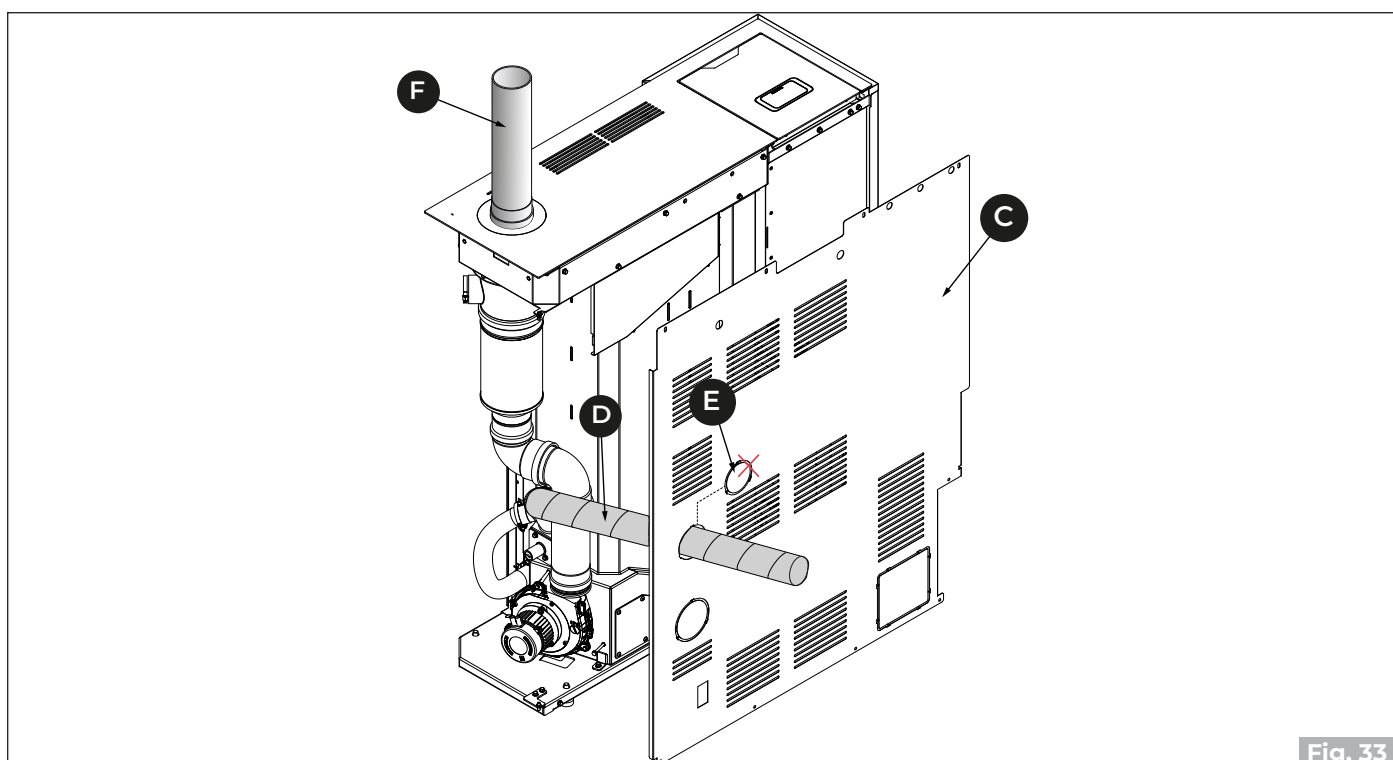

Fig. 33
- Quitar el precorte **(E)** en el respaldo **(C)** y hacer pasar el tubo flexible **(D)** para conectarlo a una toma de aire externa ("Fig. 33").